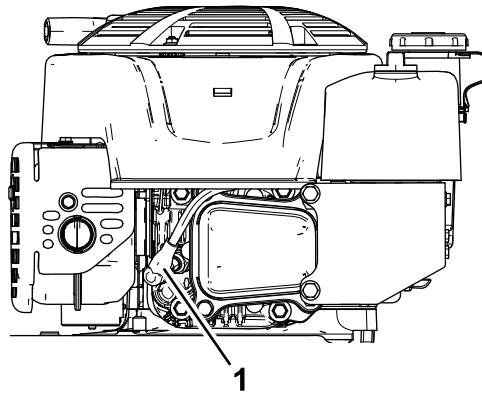

Figura 28
- Scollegate il cappellotto dalla candela (Figura 28).